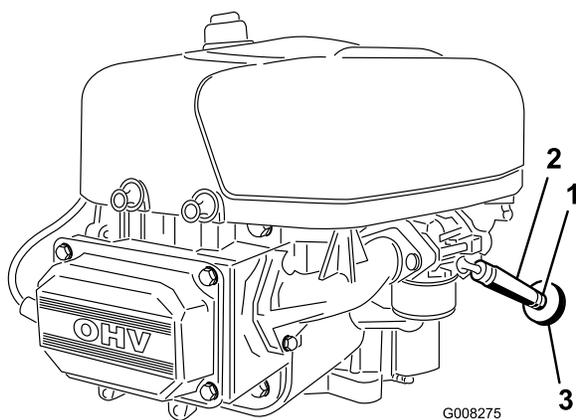

Figure 28
7. Desserrez le collier de serrage au niveau du filtre à carburant et éloignez-le du filtre en le poussant le long de la conduite d'alimentation (Figure 28).
8. Débranchez la conduite d'alimentation du filtre à carburant (Figure 28).
11. Raprochez le collier de serrage du filtre pour fixer la conduite d'alimentation (Figure 28).
Le meilleur moment pour remplacer le filtre à carburant (Figure 28) est lorsque le réservoir à carburant est vide. Ne réinstallez jamais un filtre à carburant encrassé après l'avoir déposé de la conduite d'alimentation.